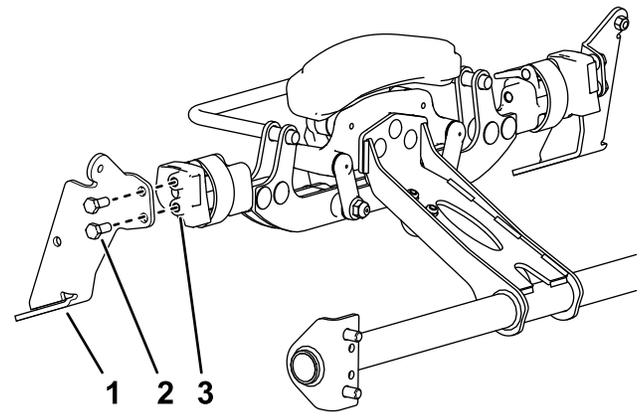

Figura 4
- Montate una staffa della spazzola su ciascun lato dell'apparato di taglio con 2 bulloni (5/16" x 3/4") come mostrato nella Figura 4.